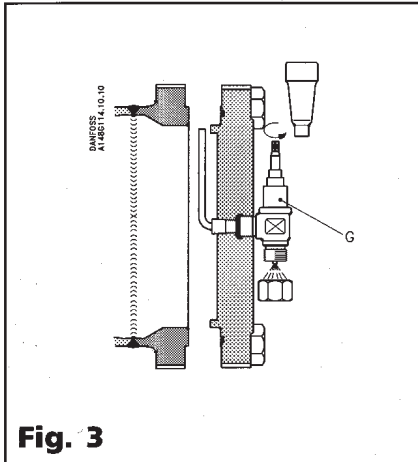

Fig. 3
Genmonter flydermekanismen i afgangsrøret og spænd skruen pos. C (fig. 3). Kontrolér at studsene er helt nede i afgangsrøret, og at svømmeren er placeret midt i huset, så den kan bevæge sig frit.
OBS! Udluftningsrøret pos. E (fig. 3) skal vende lodret opad.
Anvend altid en momentnøgle til tilspænding af topdækslet. Spænd boltene pos. F (fig. 3) med 300 Nm (220 Lb feet).
Incondensable gases might accumulate in the upper part of the float valve. Purge these gases by means of the purge valve pos. G (fig. 3).
- 1) **NB!** Before opening up the float valve, the system must be evacuated and the pressure equalized to atmospheric pressure by using the purge valve pos. G (fig. 3).